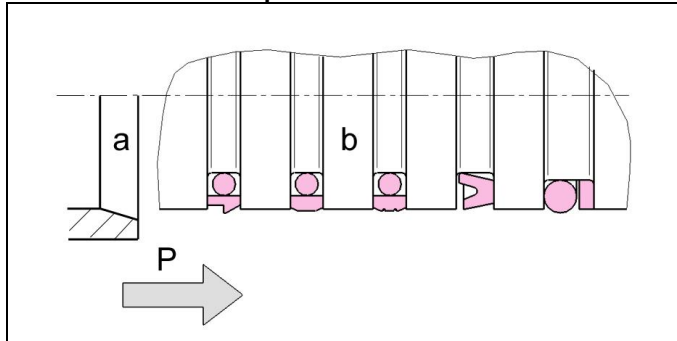

Fig. 2: Guarnizioni del pistone con direzione della pressione
**Attenzione:** In caso di applicazioni a semplice effetto, prestare attenzione alla posizione corretta del labbro di tenuta (vedere fig. 2).
**Attenzione:** In caso di applicazioni a semplice effetto, prestare attenzione alla posizione corretta del labbro di tenuta (vedere fig. 2). Spostare uniformemente la guarnizione sul perimetro.